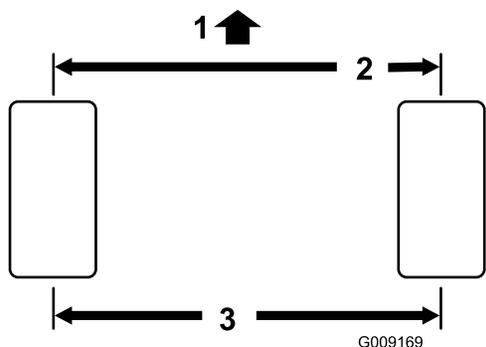

Figure 76
1. Mesurez l'entraxe (à hauteur d'essieu) à l'avant et à l'arrière des roues directrices. Le pincement à l'avant doit être inférieur de 3 mm au pincement à l'arrière (Figure 76).